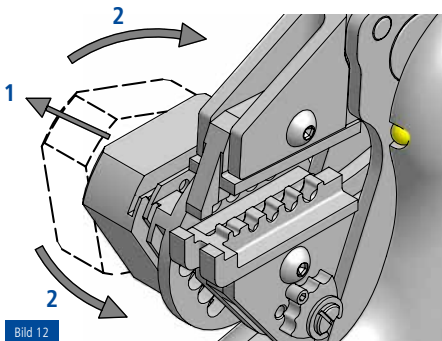

Bild 12
8.3.3 Crimpeinsätze für gedrehte Kontakte (Bild 12, 13)
2. Wenn notwendig, Kontaktaufnahme herausziehen (1) und durch Drehung (2) in die gewünschte Stellung bringen. (Bild 12)